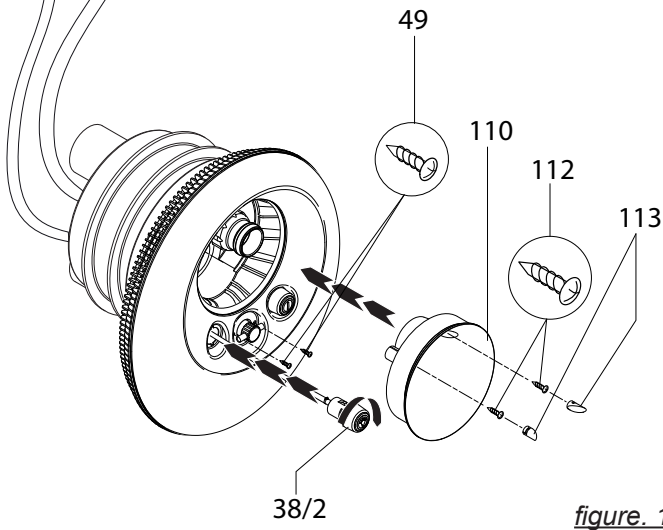

figure. 13
- 9) Placer l'enjoliveur inox (93) sur le carter d'aspiration et fixer sur le corps de buse à l'aide des deux vis (49). Resserrez les vis à la main ! Evitez de forcer en serrant ! Passer les deux boutons pneumatiques à travers l'enjoliveur dans le corps de buse et les verrouiller en les tournant dans le sens des aiguilles d'une montre (figure 13).
- 10) La fixation du capot pour l'éclairage (110) assure un blocage supplémentaire de l'enjoliveur en inox (93). Pour réaliser cette opération, introduire le capot pour l'éclairage (110) par-dessus la buse à l'intérieur dans le corps de la buse et fixer avec les deux vis (112). Visser à la main ! Eviter de forcer en serrant ! (figure 13).